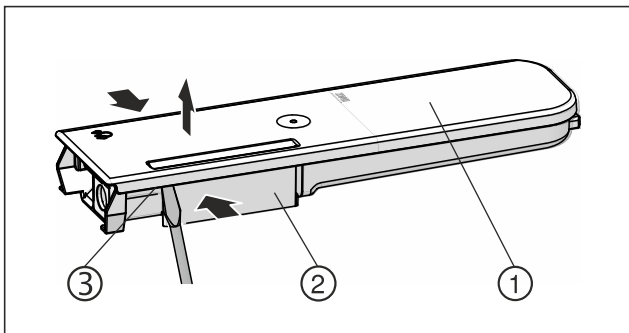

Fig. 158
- ▶ Wasserbehälter *Fig. 158 (2)* zusammendrücken und Deckel *Fig. 158 (1)* vorsichtig über die Rastnasen *Fig. 158 (3)* hebeln und hochziehen.
- ▶ Deckel *Fig. 158 (1)* leicht hin- und herbewegen und nach oben entnehmen.